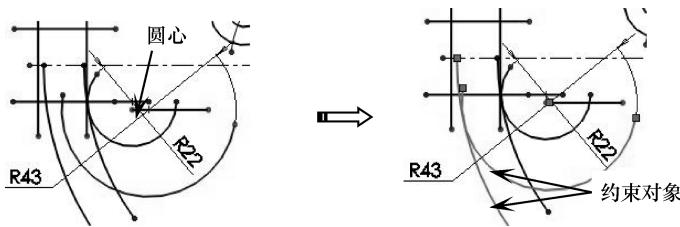

图 2-148 绘制圆弧并添加几何约束
- 16 同理，绘制半径为 43mm 的圆弧，并添加几何约束，使其与另一圆弧相切，如图 2-148 所示。